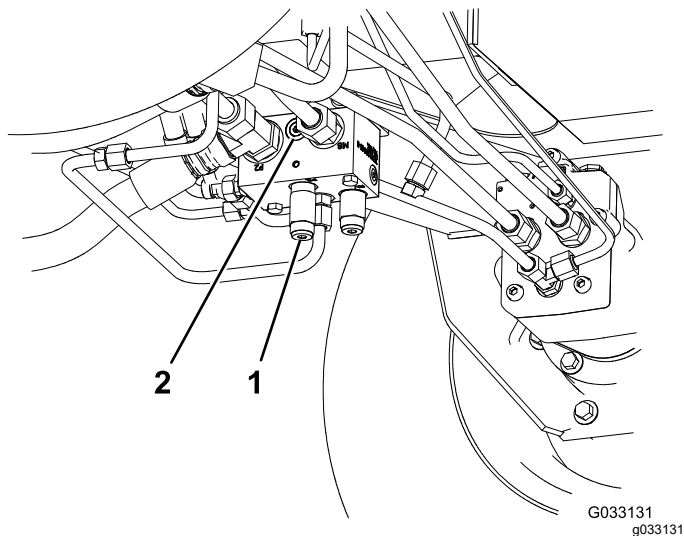

Bild 39
- Toro Bestellnummer 340-77, Hydraulikanschlussstück (2)
1. Installieren Sie das Diagnose-Anschlussstück in dem unmarkierten Anschluss zwischen den Anschlüssen M8 und P2 am Heckantriebsverteiler (**Bild 39**).